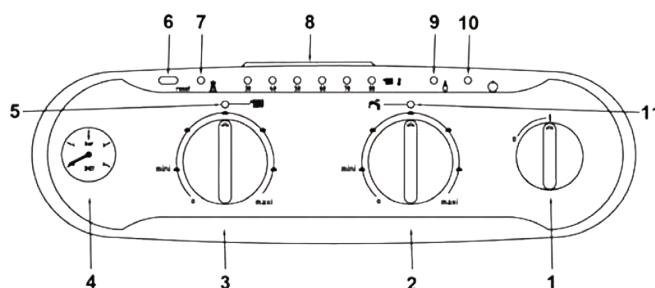
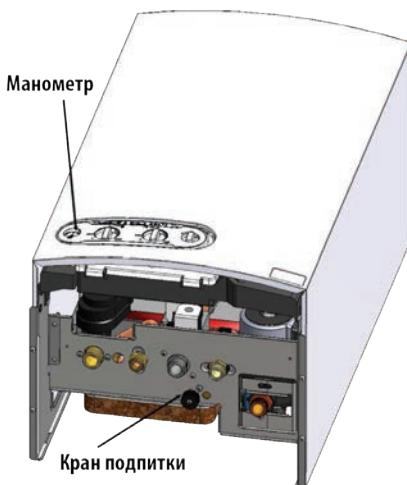

Рис. 1. Панель управления.
Рис. 7. Кран для заполнения водой системы отопления.
Для активации режима необходимо повернуть ручку регулировки температуры ОВ на положительную величину. После этого лампочка индикации режима отопления должна загореться. Во время нагрева системе отопления на панели блока управления должна отображаться фактическая температура (поз. 8 – рис. 1). Регулировка осуществляется в пределах от 35-85°C
Для отображения неисправностей в работе котла панель управления снабжена световыми диодами (поз. 8 - Рис. 1). Каждой неисправности соответствует своя последовательность горящих/моргающих диодов. Расшифровка последовательностей приведена в разделе 6.1.
Для включения котла поверните переключатель ВКЛ / ВЫКЛ (поз. 1 - рис. 1) в положение (I)
Для выключения котла поверните переключатель ON/OFF (поз. 1 – рис. 1) в положение (0).
С помощью ручки регулировки температуры в системе отопления (поз. 2 – рис. 1) установите необходимую температуру теплоносителя от 35 до 85 °C.
С помощью ручки регулировки температуры горячей воды (поз. 3 – рис. 1) установите необходимую температуру горячей воды от 30 до 60 °C.
Давление в системе отопления, измеряемое манометром котла (поз. 4 – рис. 1), должно составлять 1,3-1,5 бар. Если во время работы котла давление в системе упадет до величины ниже минимально допустимой, котел будет остановлен и индикация неисправности (поз. 8 рис.1) выскажет ошибку 13 (см. табл. 7). С помощью крана подпитки воды (рис. 7) доведите давление до первоначального значения 1,3-1,5 бар. По окончании операции всегда закрывайте кран подпитки системы отопления.